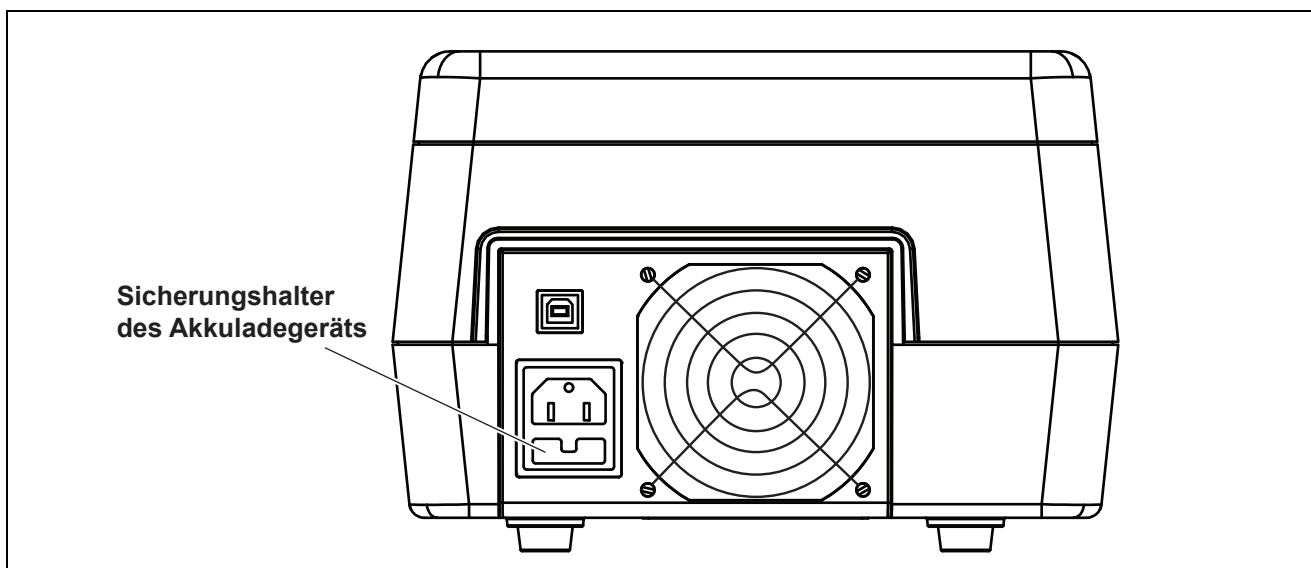

Abbildung 6-1 Position der Sicherung des Akkuladegeräts
2. Der Sicherungshalter befindet sich direkt unter der Netzsteckdose an der Rückseite des Akkuladegeräts (siehe Abbildung 6-1). Den Sicherungshalter öffnen; dazu die Verriegelungslasche nach unten drücken und den Sicherungshalter gerade herausziehen.